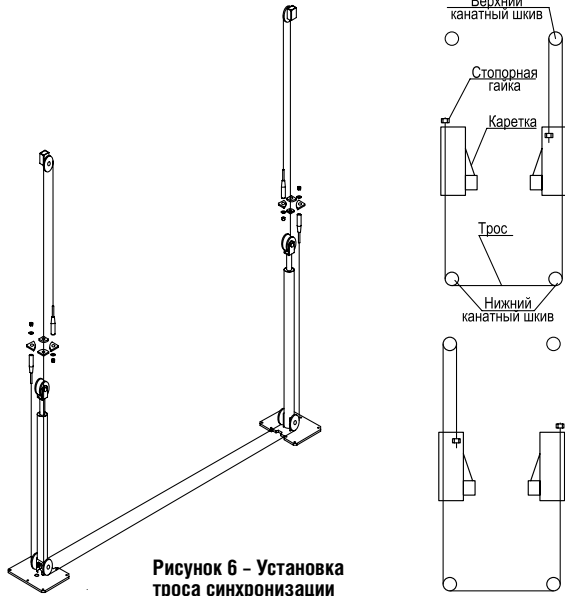

Рисунок 6 - Установка троса синхронизации
- Установите тросы синхронизации (рис. 6). Поднимите каретки до первого щелчка замков безопасности. Убедитесь, что они находятся на одинаковой высоте от пола (допуск в пределах 6 мм). Закрутите вначале стопорную гайку на один конец троса так, чтобы наконечник троса прошел через центральное отверстие гайки. Затем протяните трос в соответствии со схемой через все шкивы и наверните гайку на второй конец троса (на другой каретке). Равномерно затяните обе гайки. Повторите операцию для второго троса.